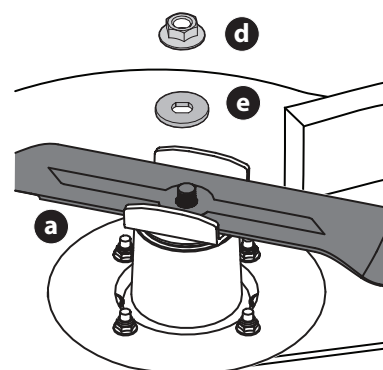

Fig. 45
4. Retirez l'écrou de la bride (d) et la rondelle plate (e) qui fixent la lame (a) à la tondeuse et retirez la lame (Fig. 45).